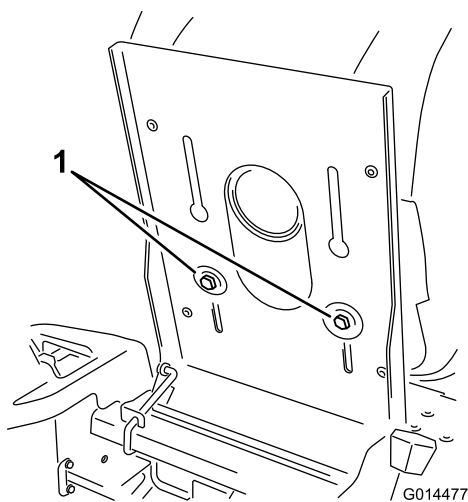

Figure 22
1. Soulevez le siège et desserrez les boulons de réglage jusqu'à ce que vous puissiez déplacer le siège (Figure 22).